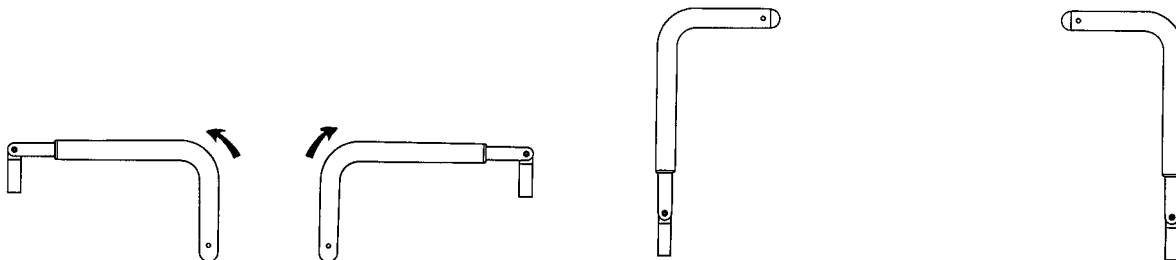

Figura 10 – Colocación de los mangos de empuje en el extremo de la cabeza
1. Gire los mangos hacia arriba desde el extremo del producto (Figura 10).